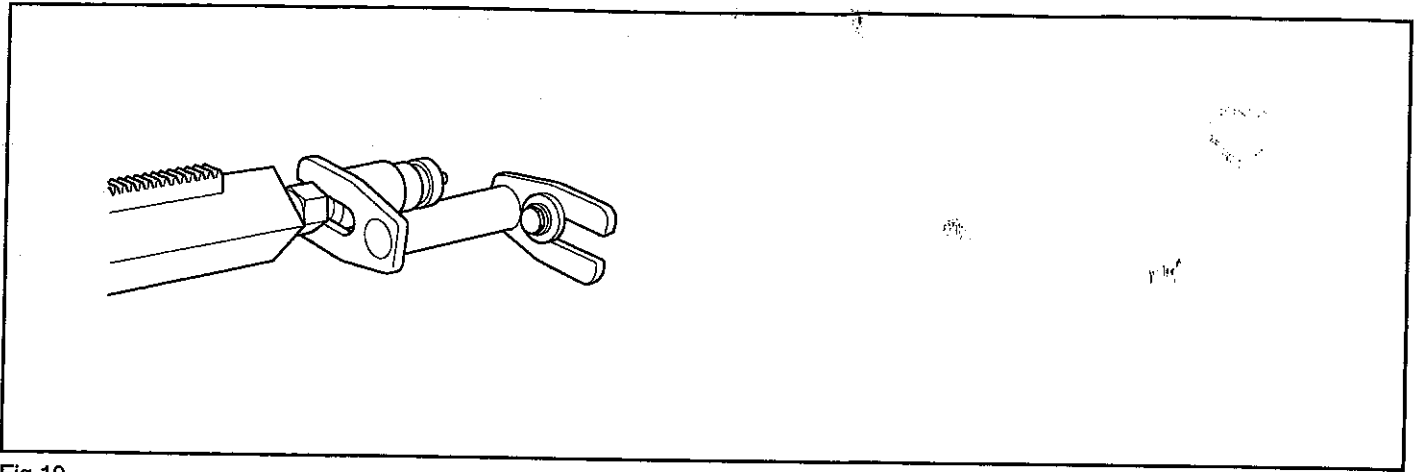

Fig.19
7. För ytterligare säkring av borrpelaren kan expanderfäste användas (Fig .19). Fästet justeras mot stämpskruven och fixeras i taket med en expanderbult. Säkra med låsmutter 30 mm.